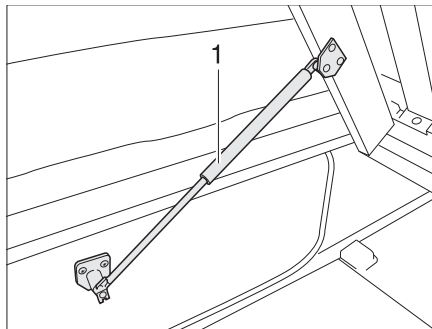

Bild 57 Festes Bett
- Lattenrost anheben. Die Gasdruck-Federn (Bild 57,1) halten den Lattenrost in geöffneter Stellung.